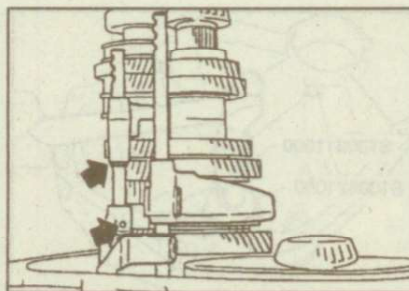

Рис. 9.266. Установка вилки переключения 3-й и 4-й передач, стопорного кольца и штифта
7. Установите вилку переключения 3-й и 4-й передач и кронштейн, затем установите шток вилки, стопорное кольцо и штифт (рис. 9.266).